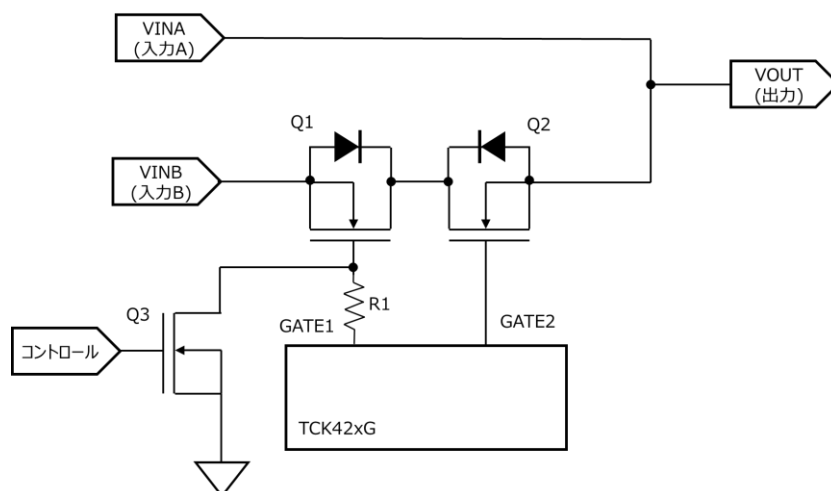

図 4.4 MBB 動作回路
本回路の MBB 動作概要を説明します。図 4.4 の MBB 動作回路では  $V_{INA}$  電圧  $>$   $V_{INB}$  電圧、 $V_{INB}$  は常時通電と仮定します。
- ① VINB に 5 V が印加されており、出力電圧には VINB 側電圧 (約 5 V) が出力される。
- ② VINA に 20 V を印加すると、FLAG 出力が H 出力 (約 3.3 V) になる。このタイミングで VINA 側ドライバーの TCK421G がオン動作を開始する。
- ③ VINB ドライバー回路内で図 4.4 の Q3 に相当するゲート遮断 MOSFET SSM3K15ACTC がオンになり、Q1 に相当する MOSFET TPH6503PL1 がオフになる。②での TCK421G のオン後スタートアップ時間  $t_{ON}$  (約 3 ms) の間、VINB からこの Q1 のボディダイオード順電圧分などがドロップした電圧が出力される。
- ④ ③でオンされた TCK421G の  $t_{ON}$  後に、VINA 側電圧 (約 20 V) が出力される。
- ⑤ VINA の印加電圧が 0 V になると FLAG 出力は L 出力 (0 V) となる。
- ⑥ VINA 電圧が 0 V となったため、図 4.4 の Q3 に相当するゲート遮断 MOSFET がオフし、Q1 に相当する TPH6503PL1 がオン動作を開始する。この間は VINB から Q1 のボディダイオード順電圧分などがドロップした電圧が出力される。
- ⑦ Q1 に相当する TPH6503PL1 がオンになり、VINB 側電圧 (約 5 V) が出力される。